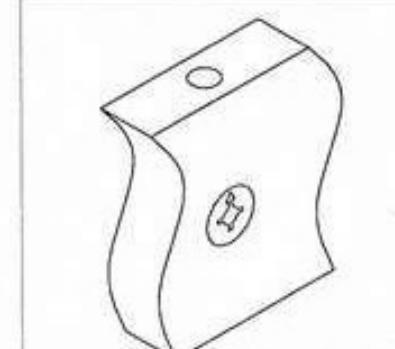

Рис. 1
Далее положить каркас ящика на заднюю стенку Ф1 и забить шканты (1) в соответствующие торцевые отверстия на боковинах ящика, Ф4 и Ф5 и вставить стяжки растекс (12) (см.рис.1). После этого вставить дно ящика Ф6 в пазы на каркасе ящика, таким образом, чтобы дно ящика Ф6 вошло в паз на стенке задней ящика Ф1.